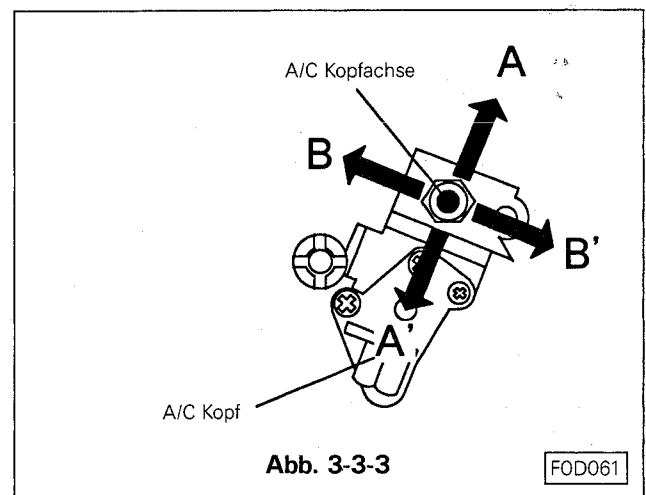

Abb. 3-3-3
- Durch leichtes drücken an der A/C Kopf Achse diese in die Richtung A und A' (siehe Pfeile) in der Abb. 3-3-3 bringen und sicherstellen, daß nach dem Loslassen das Maximum der Amplitude sich nicht verändert.
- Hat sich die Amplitude verändert, die Höhereinstellungsmutter a so einstellen, daß die Ausgangsamplitude Maximum bekommt. Die A/C Kopfachse leicht in die Richtung B und B' (siehe Pfeile in Abb. 3-3-3) bewegen und kontrollieren ob die Ausgangsamplitude Maximum ist.